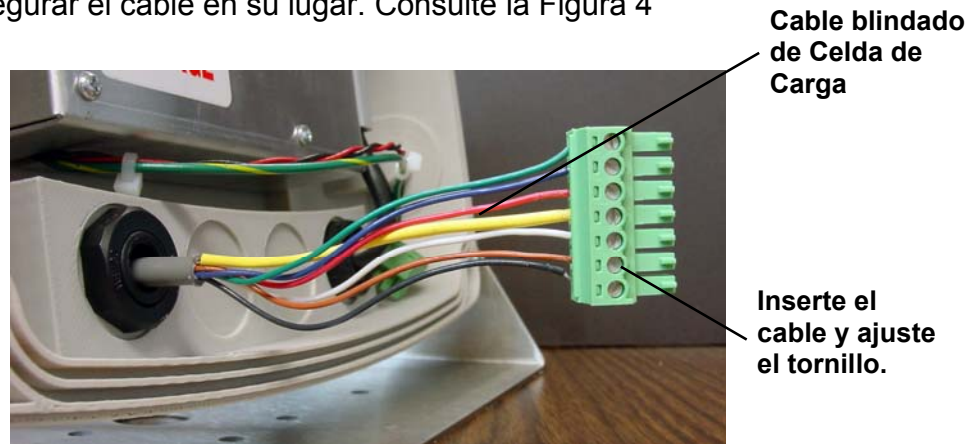

Figura 4
- 3.3.8. Para terminar un cable, afloje los tornillos en el bloque de terminales e inserte el cable en la abertura de la terminal. Ajuste el tornillo para asegurar el cable en su lugar. Consulte la Figura 4